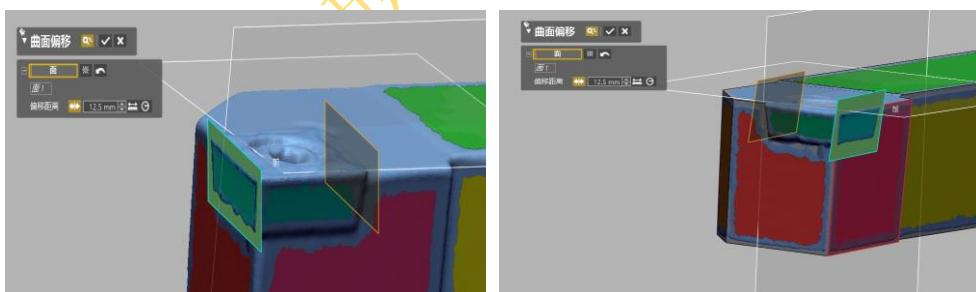

图 4.57 曲面偏移
3) 点击菜单栏模型>曲面偏移图标 , 弹出曲面偏移对话框, 选择要偏移的面, 偏移距离为 12.5mm, 点击确定。重复曲面偏移命令, 偏移出另一片体, 如图 4.57 所示。